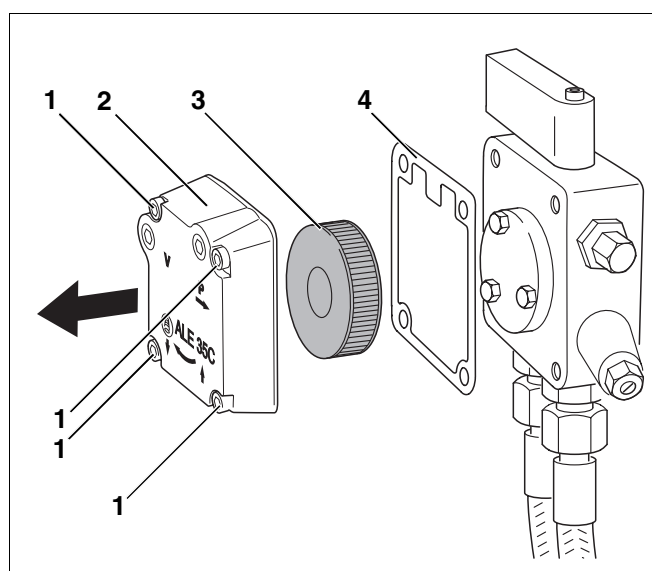

Abb. 22 Ölpumpenfilter prüfen – Ölpumpe Suntec
- Die vier Innensechskantschrauben (Abb. 22, **Pos. 1**) lösen.
- Gehäusedeckel (Abb. 22, **Pos. 2**) abnehmen.
- Ölpumpenfilter (Abb. 22, **Pos. 3**) herausnehmen.
- Dichtung (Abb. 22, **Pos. 4**) auf Beschädigung prüfen und ggf. austauschen.
- Ölpumpenfilter (Abb. 22, **Pos. 3**) mit Waschbenzin reinigen ggf. austauschen und wieder in die Ölpumpe einbauen.